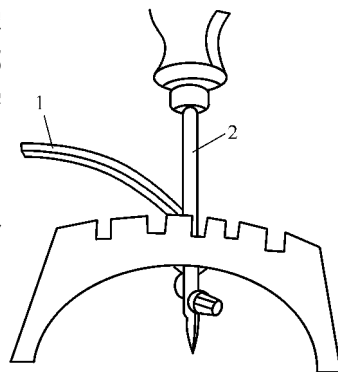

图 14-12 刺穿子午胎的补胎方法
(4)修理刺穿轮胎时不要扒胎。可用专用工具塞入专用橡胶塞,见图 14-12。然后剪去橡胶塞外露部分即可。子午胎通常都是无内胎,轮胎内壁和胎圈的气密层,保证轮胎与轮辋间的气密性。扒胎有可能破坏气密性。